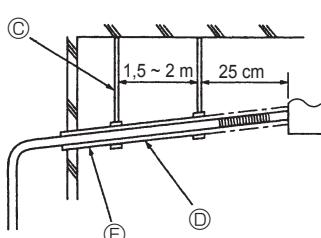

Fig. 8-2
(4) Accertarsi che la pendenza della tubazione di scarico sia maggiore di 1/100. (Fig. 8-2)